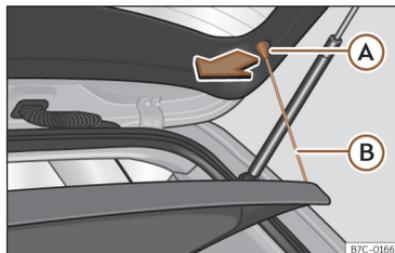

Abb. 173 Im Gepäckraum: Gepäckraumabdeckung aus- und einbauen.
- Hängen Sie die Haltebänder >>> (Abb. 173) B aus den Aufnahmen A aus.
- Hängen Sie die Haltebänder >>> (Abb. 173) B an der Heckklappe ein.